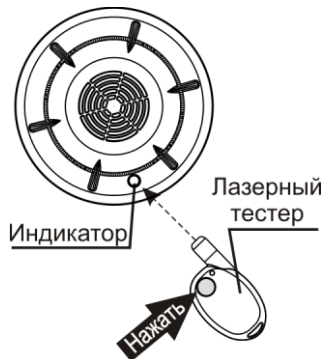

Рисунок 3
7.1 Режим «Тест» активируется при считывании индикатором кодовой посылки от лазерного тестера "Астра-941" (рисунок 3). Через 5 с после считывания посылки извещатель должен выдать извещение «Пожар» - при нормальной работе извещателя или «Неисправность» - при наличии неисправности.